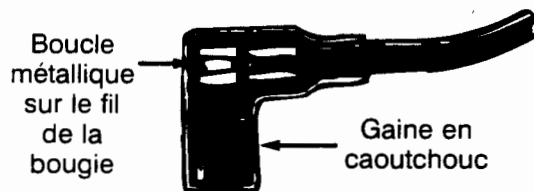

Figure 10
- Branchez le fil de la bougie sur cette dernière. Si une gaine en caoutchouc recouvre l'extrémité du fil de la bougie, assurez-vous que la boucle métallique, au bout du fil de la bougie (dans la gaine en caoutchouc), est bien fixée sur l'embout métallique de la bougie. Voir la Figure 10.